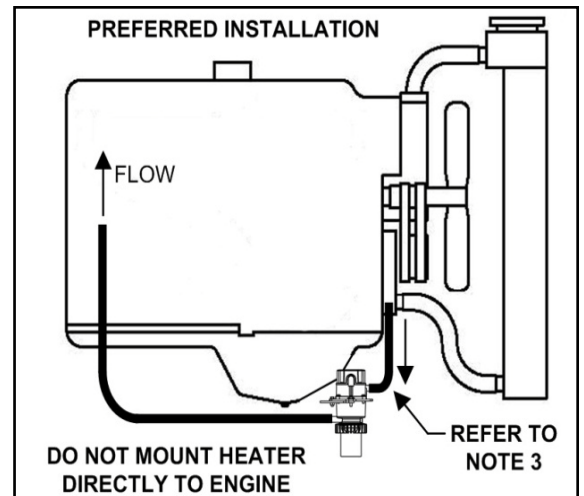

图 1
2. 如图 1 所示装配加热器, 使泵安在底部, 电源接线连接装置位于顶部。将加热器与设备框架或其他合适的尽量低的地方相连。加热器应低于发动机水套的最低水位。加热器的入口必须低于冷却液从发动机被取出的位置。
加热器只有在图 1 中所示的垂直方向安装时方可正确运行。
入口软管必须从发动机持续向下连接到加热器, 不得存在可以存空气的倾斜或隆起。发动机冷却剂的出水口必须尽量靠近加热器的正上方。见图 1。这样将提高启动时加热器的排气, 并保证加热器冷却液的不断供应。